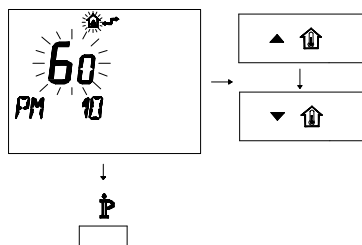

Figura 5.52
- Para modificar el punto de consigna programado use los botones  o  y espere a que el número programado comience a parpadear (Figura 5.52).